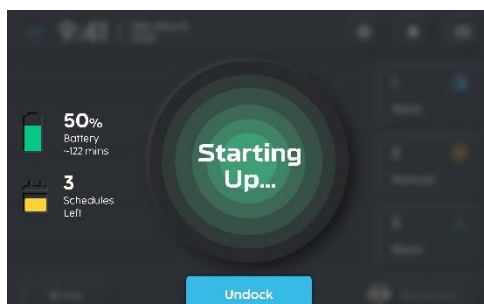

Fig. 14
6. Le robot commence à se recharger comme l'illustre la Fig 14.